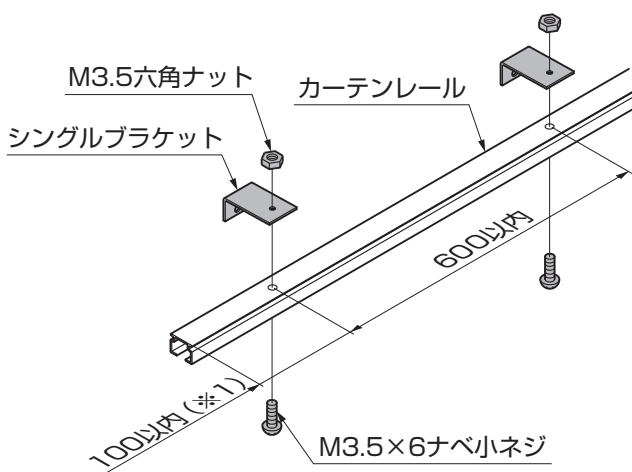

図3-3 カーテンレールの仮止め
①シングルブラケットを切断したカーテンレールに【ネジ】、【ナット】で仮止めしてください。(図3-3参照)